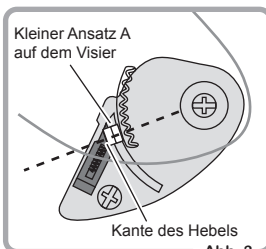

Abb. 3
- ① Setzen Sie den Ansatz B wie in den Abb. 1 und 2 gezeigt in den Schlitz an der Visierastung ein. Setzen Sie die Nut des Visiers auf die Rastung und richten Sie den kleinen Ansatz A und die Kante des Hebels wie in Abb. 3 gezeigt aus.